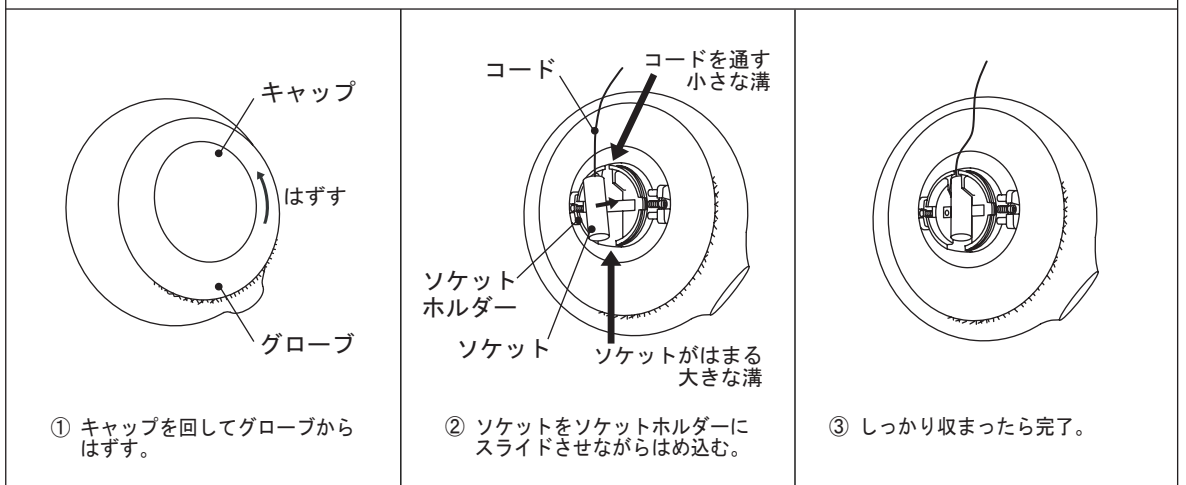

図 9
① 銅線の先端にある2本のピンをソケットの穴に合わせ、真っ直ぐに奥までさし込んでください。(図9参照)